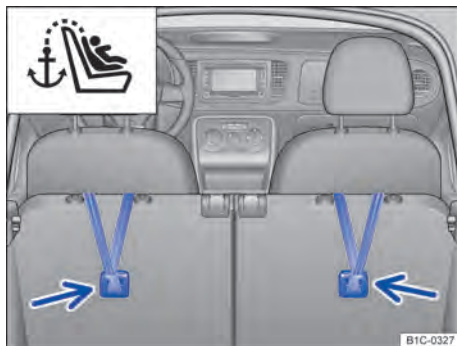

Fig. 72 Cintos de fixação superiores encaixados no compartimento de bagagem.
- Enganchar o cinto de fixação superior no compartimento de bagagem, no respectivo olhal de retenção $\Rightarrow$ Fig. 72.